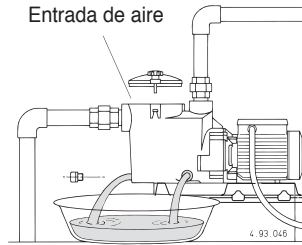

Fig. 4 Descarga
**Si la bomba permanece parada por períodos largos o si existe el peligro de heladas, se debe vaciar completamente el cuerpo de la bomba soltando los dos tapones con sus juntas tóricas reutilizables (fig. 4).**
Antes del desmontaje vaciar la bomba (ver fig. 4 y capítulo 13.). Para desmontar y montar la bomba observar la construcción en el plano de sección (capítulo 15.).